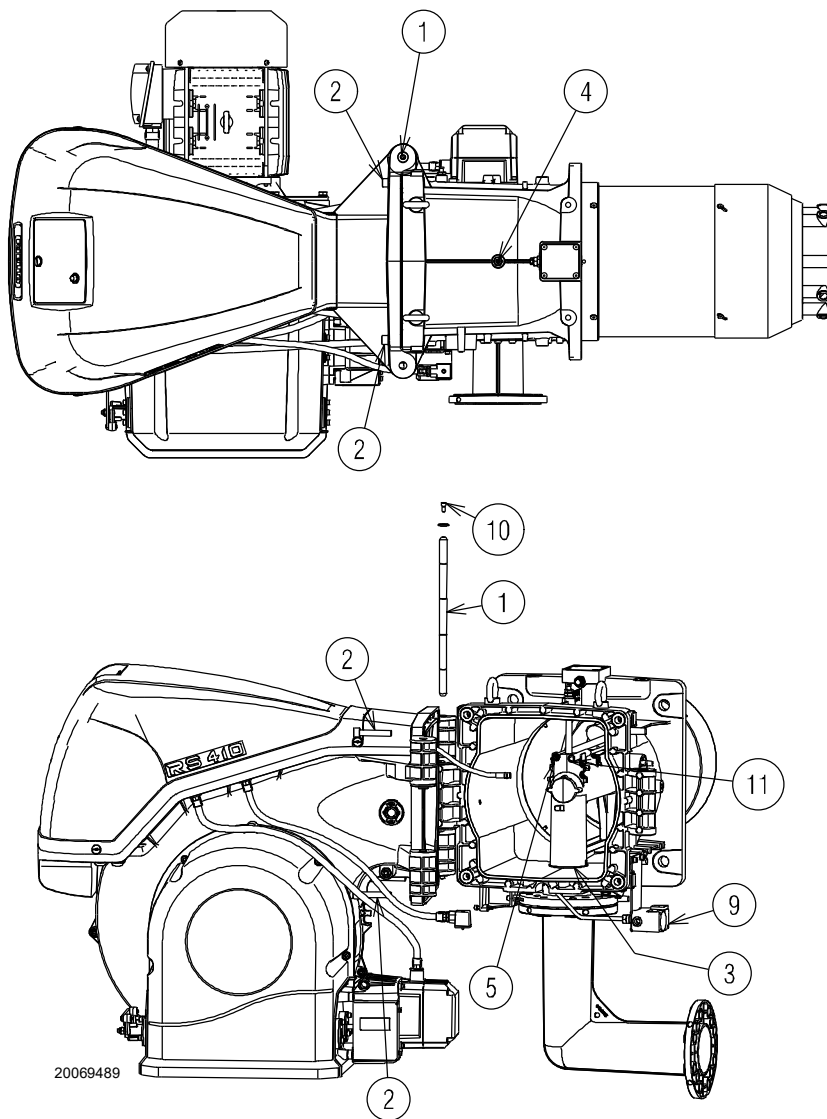

Fig. 16
El quemador sale de fábrica preparado para la apertura hacia la izquierda, manteniendo por tanto el perno 1)(Fig. 16) en su alojamiento.
- A desconectar el conector macho/conector hembra 9)(Fig. 16) del presostato gas de máxima;
- D abrir el quemador completamente como en Fig. 16;
Para la apertura del quemador por el lado opuesto, antes de quitar el perno 1)(Fig. 16), verificar que los 4 tornillos 2) estén apretados.
- H desconectar la toma 9)(Fig. 16) del presostato gas de máxima, después, proceder como se describe arriba en el punto C).